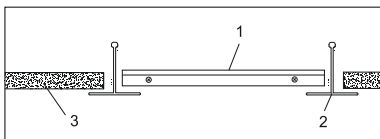

Рисунок 3
2.3 Встраиваемый монтаж осуществляется следующим образом (см. рисунок 3): светодиодную панель (1) установить на место потолочной плиты 600х600 мм (3) в межпотолочное пространство между направляющими (2) потолка «Armstrong», как показано на рисунке 3.